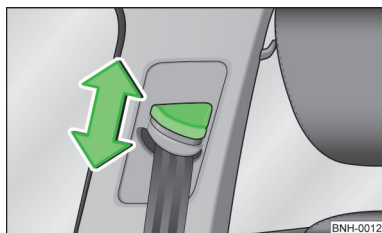

Abb. 164
- Den Umlenkbeschlag drücken und in die gewünschte Richtung nach oben oder unten schieben » Abb. 164.